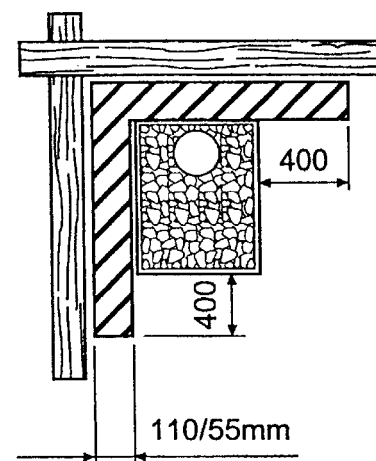

Рис. 5
5. 55-миллиметровая заделка из кирпича с открытыми сторонами, на расстоянии минимум 30 мм от защищаемой поверхности эквивалентна одинарной легкой защите. Точно так же, 110-миллиметровая заделка, не касающаяся защищаемой поверхности, будет эквивалентна двойной легкой защите. (Рис. 5)